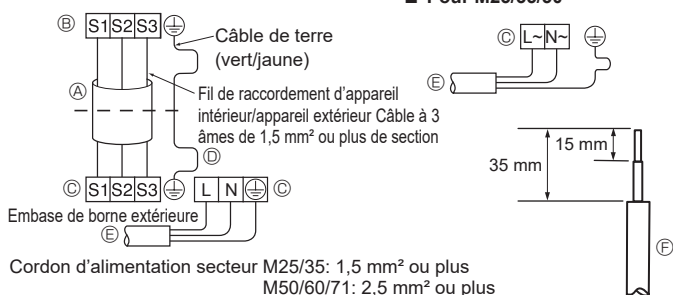
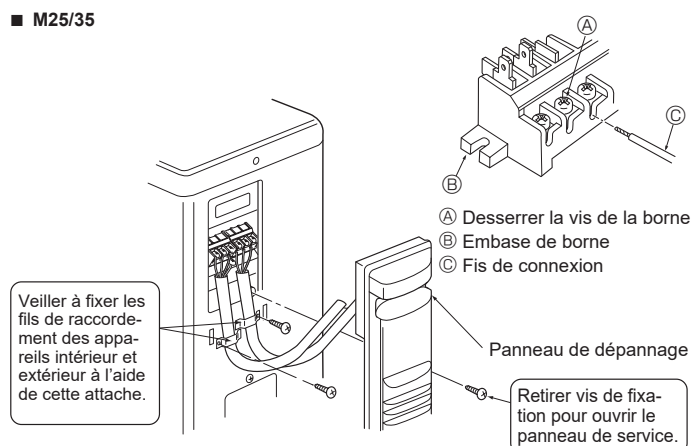
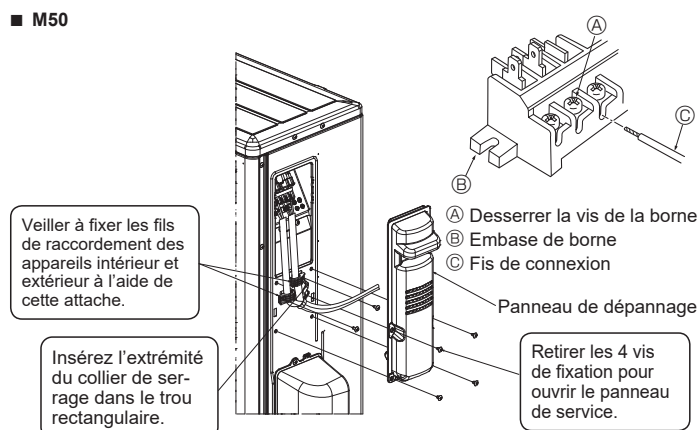

Fig. 6-2
Fig. 6-3
Fig. 6-4
6.1. Appareil extérieur (Fig. 6-1, Fig. 6-2, Fig. 6-3, Fig. 6-4, Fig. 6-5)
- ① Déposez le panneau de service.
- ② Raccordez les câbles conformément aux Fig. 6-1, Fig. 6-2, Fig. 6-3, Fig. 6-4 et Fig. 6-5.
- Effectuez le câblage selon le diagramme en bas et à gauche. (Veuillez vous procurer le câble localement) (Fig. 6-2)